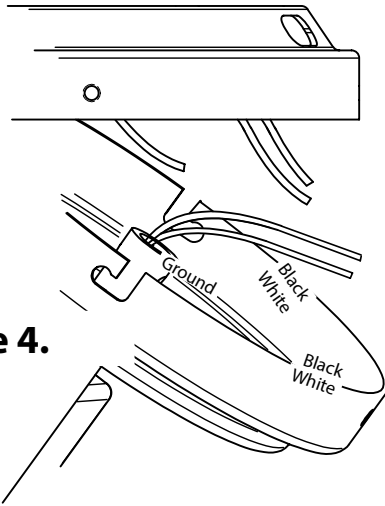

Figure 4.
- Raccordez le fil vert du ventilateur (Masse) à la terre comme sur la figure 4.